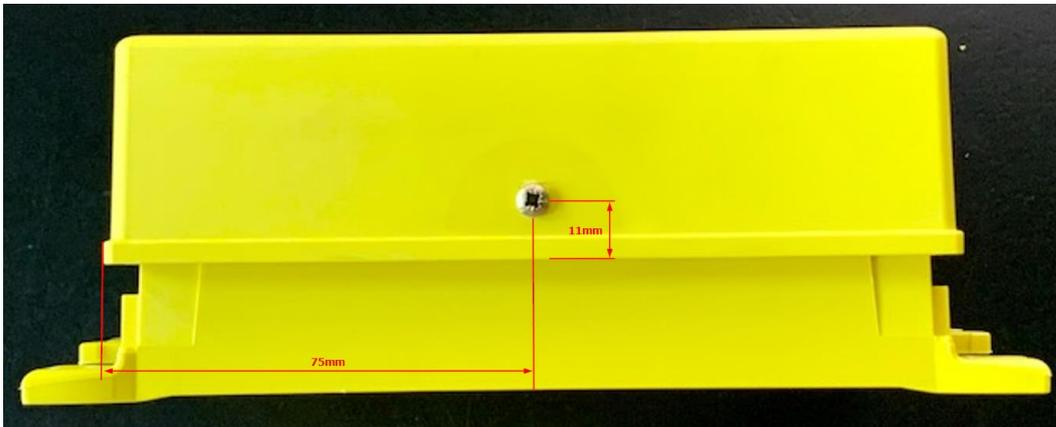

Abbildung 17: Absturzsicherung mit Schraube
- Loch gemäß Abbildung 17: Absturzsicherung mit Schraube 75mm vom linken Rand (am Falz gemessen) und 11mm von der Falzkante.